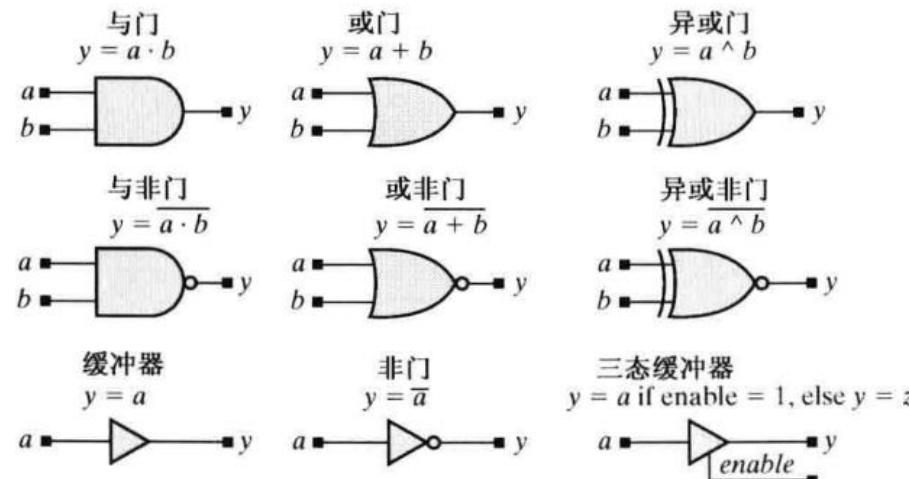

图 2.2 常用逻辑门电路的原理图符号与布尔关系式
一些常见的逻辑门如图 2.2 所示，图中还给出了各逻辑门相应的布尔方程，可用于确定门电路在给定输入时的输出函数值。表 2.1 列出了基于硬件的布尔逻辑运算的常用符号。①